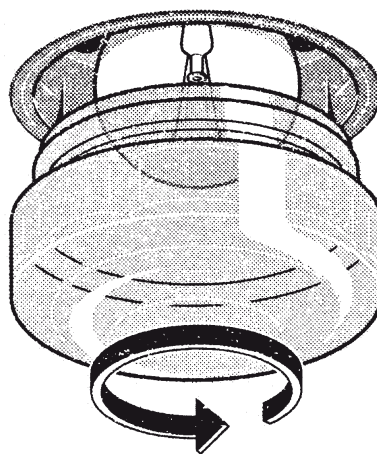

Fig. 5
- Suelte la tapa de la bombilla (Fig. 5), cambie la bombilla (véase la nota sobre el tipo de bombilla) y vuelva a colocar la tapa de la bombilla.